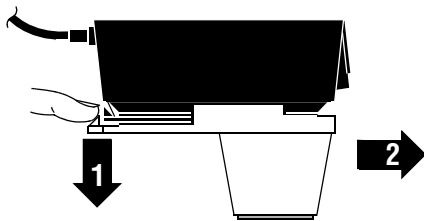

Figura 6-7 Extracción de una pala pediátrica
2. Deslice hacia afuera la pala pediátrica (consulte la Figura 6-7).